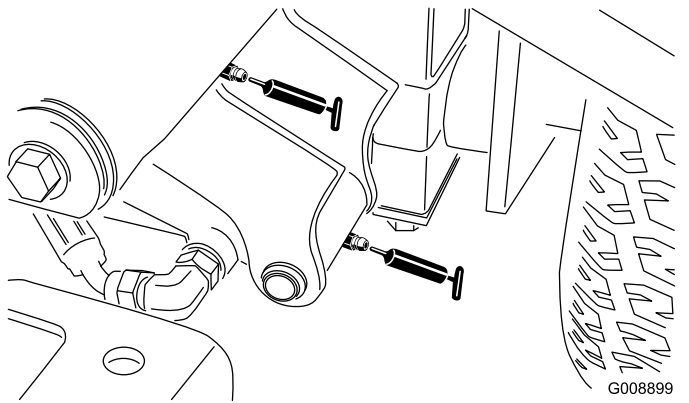

Figure 33
- 2 pivots de bras de levage avant gauche et vérin de levage (Figure 33)